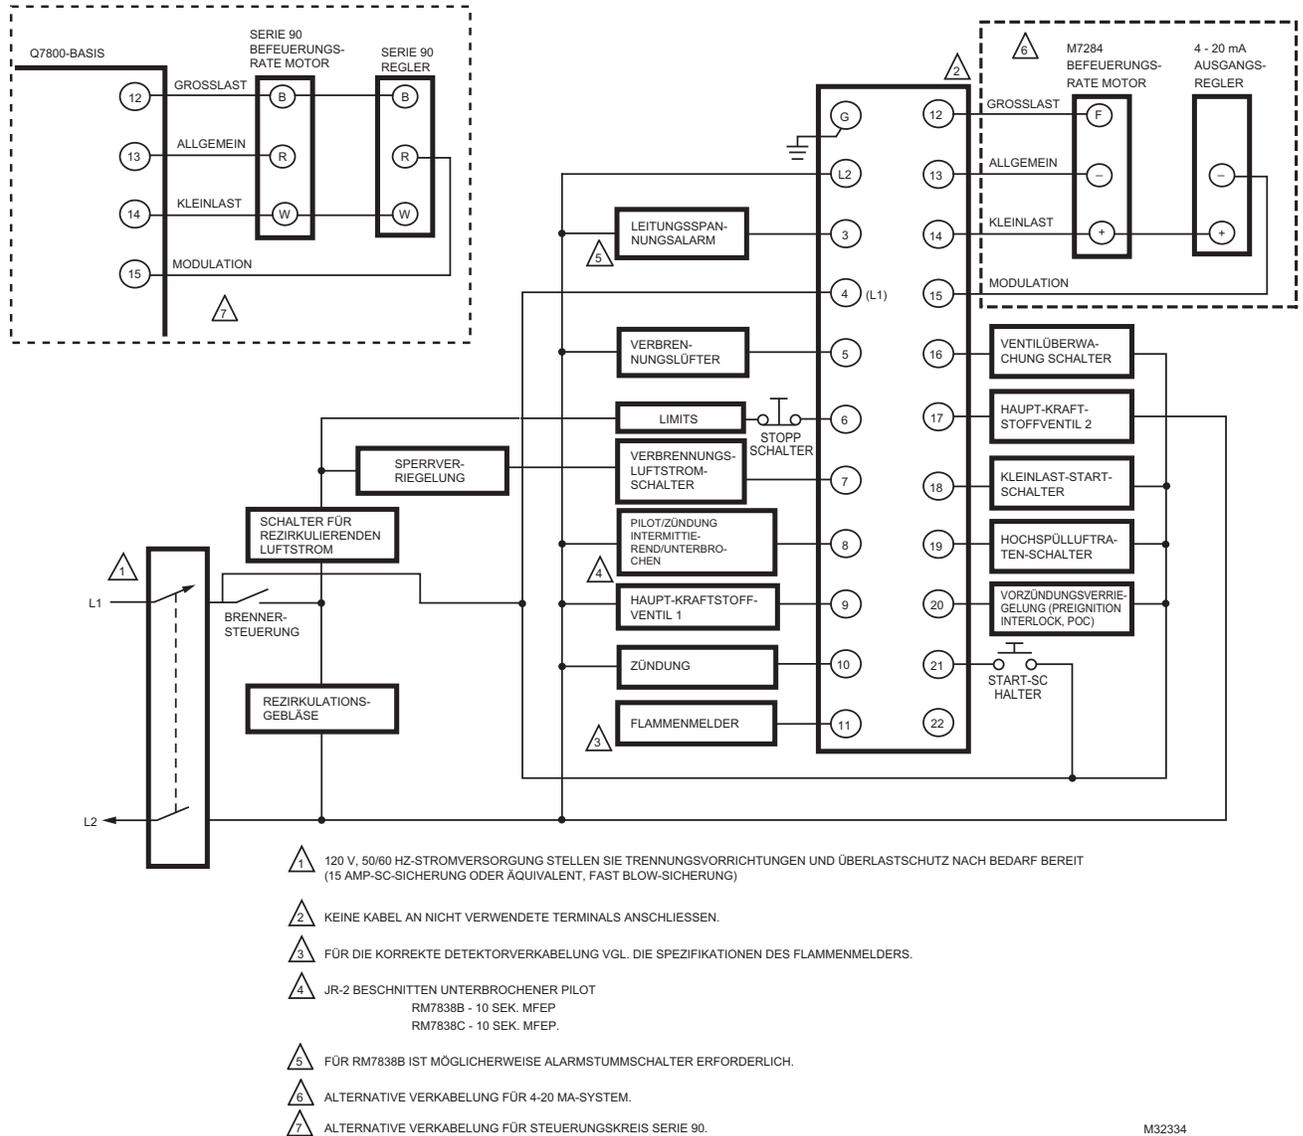

Fig. 4. Verdrahtungssockel für RM7838B,C.
1. Die Kabelverbindungen für die Relais-Module sind unterschiedlich; vgl. Abb. 4 oder die jeweiligen Spezifikationen für die korrekte Verkabelung der Basis.
1. Vgl. Abb. 4 für die korrekte Basisverkabelung.